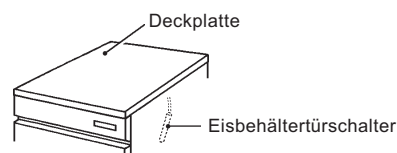

Abb. 2
5) Das Klebeband entfernen, mit dem der Behälterendschalter festgemacht ist, indem man die Vorratsbehältertür öffnet und hineingreift (siehe Abb. 2).